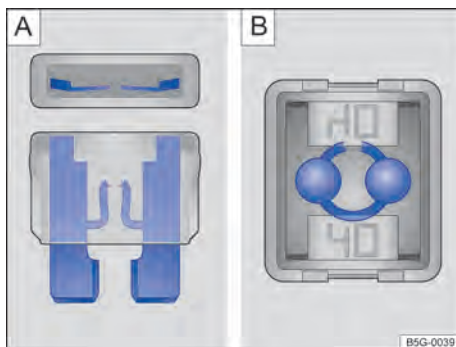

Fig. 216 Fusível queimado: **A** fusível plano, **B** fusível de bloqueio.
- Um *fusível plano* (ATO®, MINI®) queimado é reconhecido de cima ou de lado pela carcaça transparente nas faixas metálicas derretidas ⇒ Fig. 216 **A**.
- Um *fusível de bloqueio* (JCASE®) queimado é reconhecido pelas faixas metálicas derretidas por cima da carcaça transparente ⇒ Fig. 216 **B**.